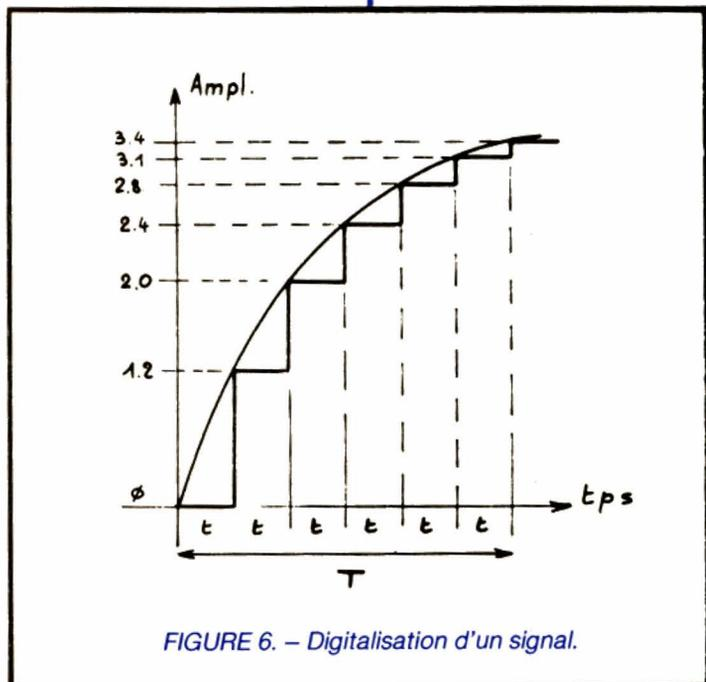
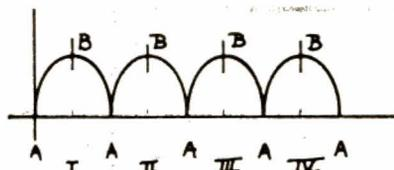
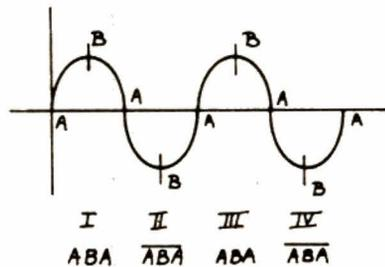

FIGURE 6. - Digitalisation d'un signal.
FIGURE 7. – Sortie du DAC.
FIGURE 8. – Sortie après inversion des phases paires.
Ce processus est appelé **digitalisation d'un signal**. Voir la figure 8 dans laquelle la courbe a été digitalisée à sept niveaux, dont les valeurs seront, par exemple, de 0 1,2 2,0 2,4 2,8 3,1 et 3,4. En admettant que 3,5 soit la valeur maximale du signal en question, alors on peut établir la correspondance entre n_2 et les valeurs ci-dessus :
Finalement, pour digitaliser notre signal de la figure 6, il faut appliquer sur B₁... B₈ les mots binaires suivants :
Pour synthétiser la courbe de la figure 6, il faudra appliquer ces mots binaires à intervalles de temps t égaux. Bien entendu, cela nous fait penser à un compteur. Nous ferons donc, sans aucun doute, appel à ce type de circuit.
Mais revenons un instant à la figure 6, pour constater que la forme synthétisée en escalier est fort grossière et qu'elle s'écarte assez notablement de la forme idéale transmise. La raison est évidente : le nombre des échelons est trop faible. Augmentons donc ce nombre ! Rendons-le aussi grand que possible !
Supposons que T de la figure 6 corresponde à 1/4 de période d'une sinusoïde. Supposons une fréquence de 20 kHz.
Mais, au fait, comment peut-on passer du quart de période de la figure 6 à la période entière de la figure 8 ?
- Tout d'abord le compteur d'adressage comptera de A à B, puis décomptera de B à A... et ainsi de suite, donnant le signal de la figure 7 ! Ce signal sera celui de sortie du DAC-08 :
La figure 8 donne le résultat obtenu. Petit miracle ! C'est une sinusoïde ! Compteur/décompteur et commande d'inversion font partie de la logique de contrôle du TBF3. Nous l'étudierons plus loin.
forme du signal de la figure 7. L'ampli OP qui suit est un 318 à large bande. Il opère la transformation illustrée en figure 8. Le fonctionnement de cet étage est assez spécial :